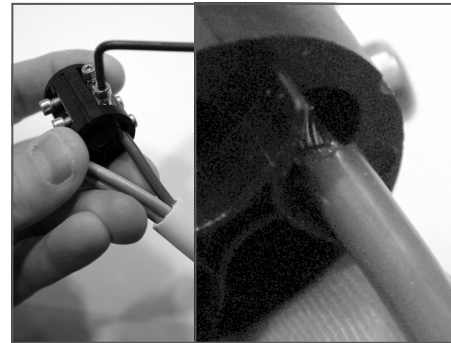

FIG. 5
- Wire the other cable same as in **Fig. 5**
Hacer la misma cosa como en la foto Fig. 5